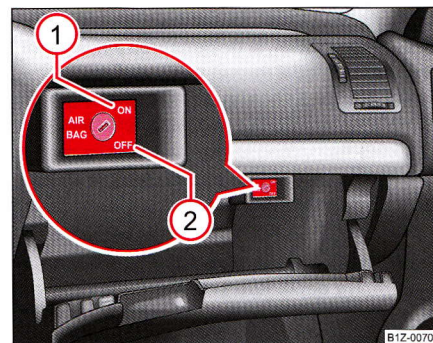

Fig. 169 Torpedoul: Comutatorul pentru airbag-ul frontal al pasagerului din dreapta
- Rotiți cu cheia fanta comutatorului airbag în poziția ② (OFF) ⇒ pagina 202, fig. 169.
- Rotiți cu cheia fanta comutatorului airbag în poziția ① (ON) ⇒ pagina 202, fig. 169.